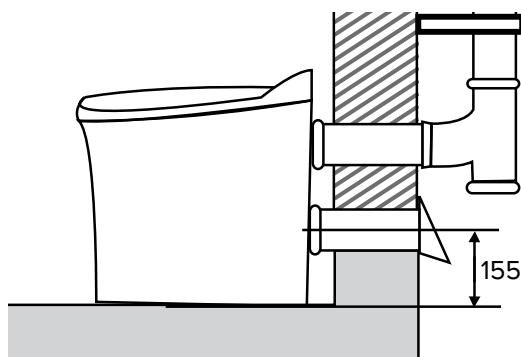
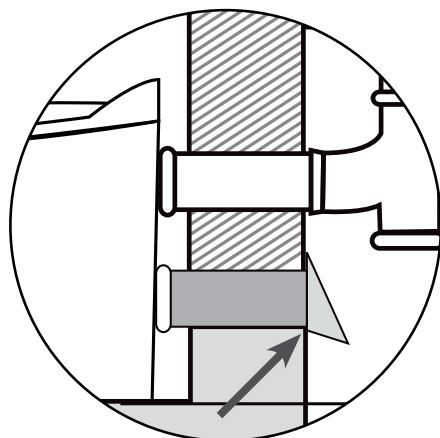

fig. 2
fig. 4
3. Monter ett av de korte utluftsrørrene [følger med] med den koniske/avrundede enden inn mot toalettet, se fig. 2 og 3. Lag et merke ca 40 mm inn på røret så vet du hvor langt røret skal trykkes inn i toalettet. Når du har funnet riktig lengde og plassering på innluftsrør; kapp av røret utvendig, NB: kappes jevnt med yttervegg, se fig. 4. Innluftsrøret festes med egnet festemiddel, f.eks. silikon, sikaflex, mv.